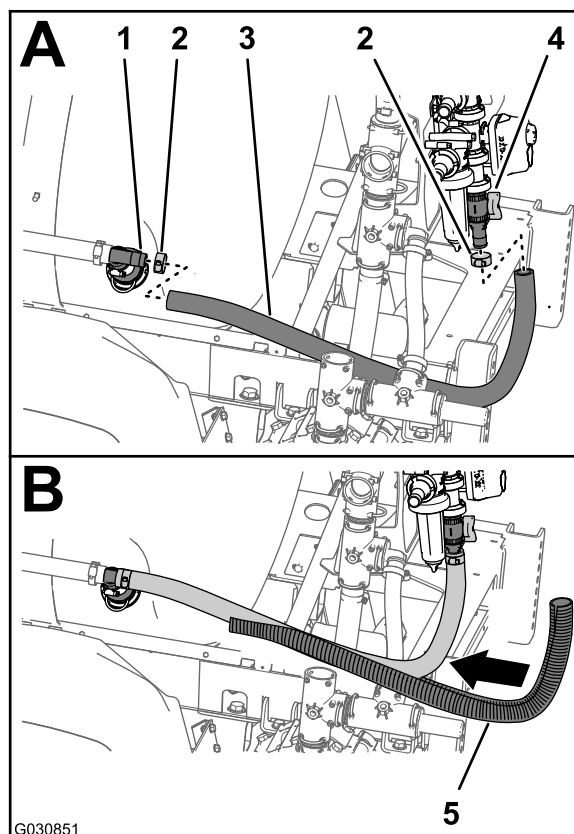

Figura 103
1. Conecte la manguera (1" x 41") al acoplamiento en T dentado en la boquilla de agitación trasera en el depósito del fumigador (Figura 103).
2. Sujete la manguera al acoplamiento en T con la abrazadera (Figura 103) que retiró en el paso 2 de Retirada de la válvula de agitación, de la válvula de bola y de las mangueras (página 33).
3. Instale el otro extremo de la manguera (1" x 41") sobre el acoplamiento dentado recto en la parte inferior de la válvula de desvío (Figura 103).
4. Sujete la manguera al acoplamiento recto con la abrazadera (Figura 103) que retiró en Desmontaje de las válvulas de agitación y de desvío (página 35).
5. Instale el tubo corrugado (Figura 103) sobre la manguera (1" x 41").